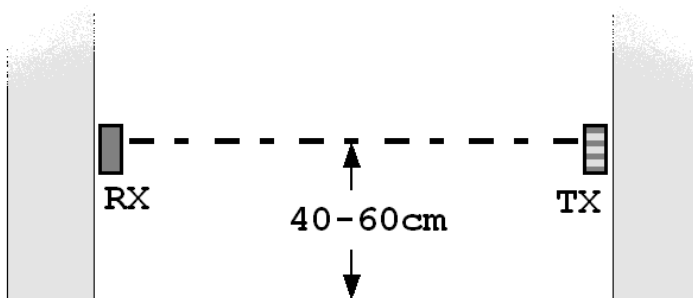
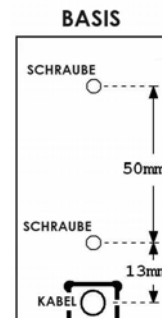

FIG. 1
FIG. 2
- 1) Befestigung der 1 Photozelle an der Wand mit den gelieferten Schrauben mit einem Abstand vom Boden von 40/60cm. (Fig.1). (Fig.2) zeigt die Löcher um die Behälter anzubringen.